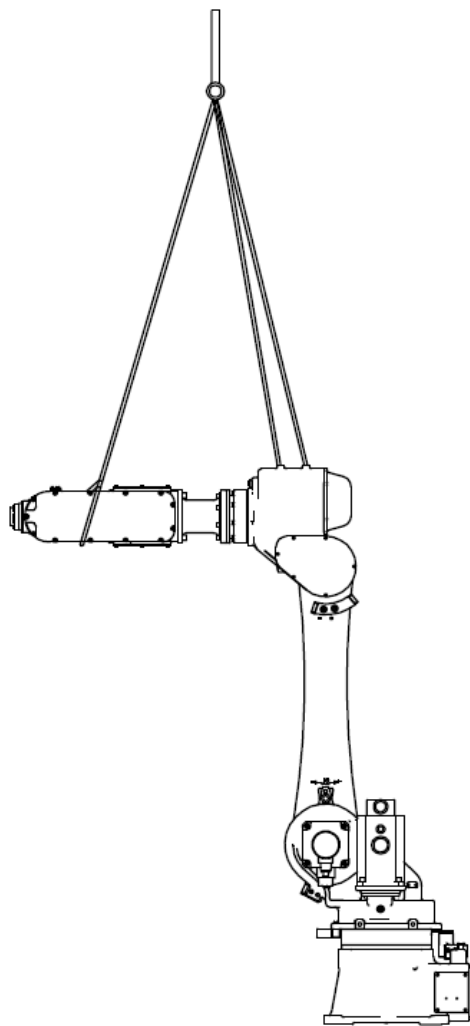
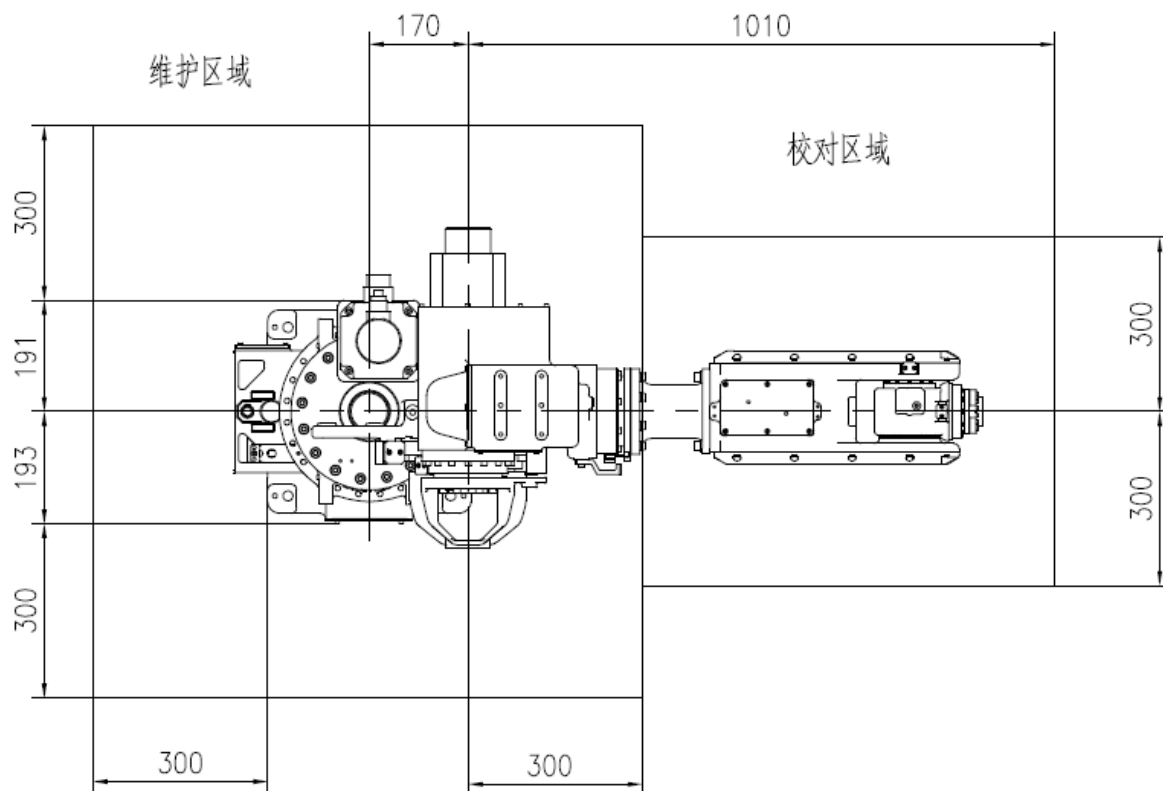

图 5.4 J2 马达更换位姿
图 5.5 维护区域
- 1 将机器人置于图 5.4 所示位置，用钢丝绳如图 5.5 悬起机器人同时将自制直径为 15mm 的插销插入大臂与 J2 轴基座孔处。
- 2 切断电源，拆卸马达 (1) 的连接线缆。
- 3 拆除马达法兰盘上的安装螺钉 (2)。
- 4 水平拉出马达 (1)，同时小心，不要损坏齿轮的表面
- 5 拆除螺钉 (5)，然后拆除输入齿轮 (4)。
- 6 拆除马达法兰端面密封圈 (3)。
在图 5.5 中给出了机械单元的维护区域，同时为校准的机器人留下足够的校准区域。